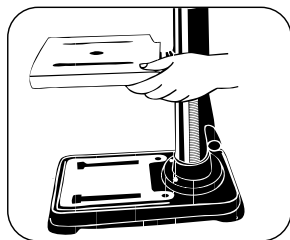

FIGURA 8.5
- Apriete la abrazadera con la Palanca de la Mesa Móvil (Figura 8.5).